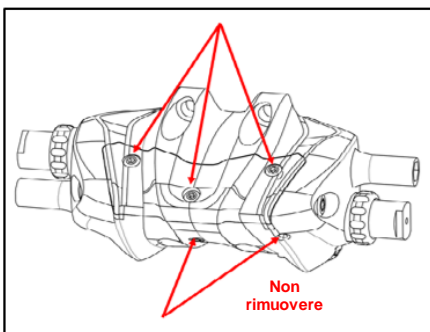

Figura K-2 Non rimuovere le viti
- Non rimuovere le viti dal tappo idraulico che si trova nella sezione cerchiata del cilindro, la rimozione della vite può causare guasti imprevedibili **(Figura K-2)**